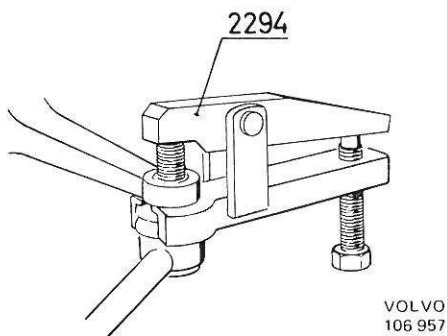

Figure 16. Démontage des barres de connexion
3. Démontez les barres de connexion des leviers d'attaque de fusée en se servant de l'outil 2294 comme indiqué sur la figure 16. Bien enfoncer l'outil et veiller à ce que le filetage sur le joint à rotule soit introduit dans l'alésage correspondant de l'outil. Visser la vis jusqu'à ce que le joint à rotule se détache.
6. Démontez la barre de connexion du levier d'attaque de fusée en se servant de l'outil 2294, figure 16.